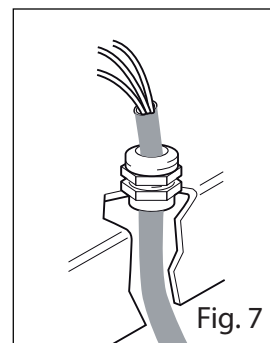

Fig. 7
- Il cavo modello H07RN-F deve essere introdotto nell'apparecchiatura attraverso il ferma cavo, portato a misura e bloccato al fermacavo (Fig. 7).